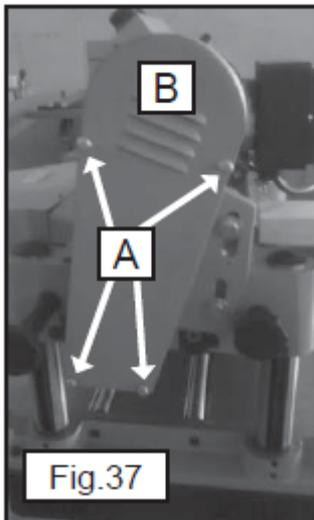
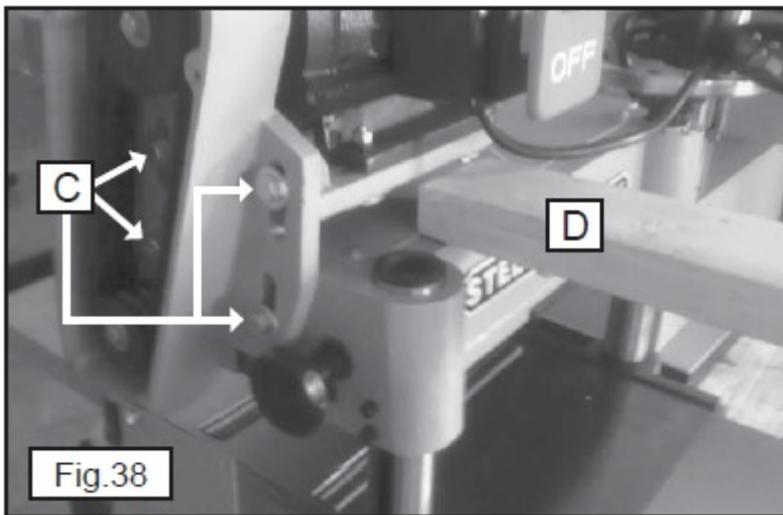

Рис. 37
Рис. 38
1. Вывернуть четыре болта (А), рис. 37, для снятия крышки (В) ограждения ремня и шкива.
2. Положить брусок 2 x 4 (D), рис. 38, между плитой двигателя и верхней частью литого корпуса головки.
3. Ослабить четыре винта (С), рис. 38. Поднимать плиту двигателя с помощью принципа рычага вверх до провисания ремня приблизительно на 6,4 мм по центру при лёгком нажатии пальцем.
4. Затянуть три винта (С), рис. 38, и поставить на место крышку (В) ограждения ремня и шкива, рис. 37.